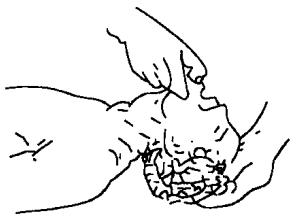

图 1-6 头部后仰
1) 吹气时要捏紧触电者的鼻孔,紧贴其嘴巴,使其不会漏气,放松时应能使触电者自动呼气,操作示意如图 1-6、图 1-7、图 1-8 和图 1-9 所示。